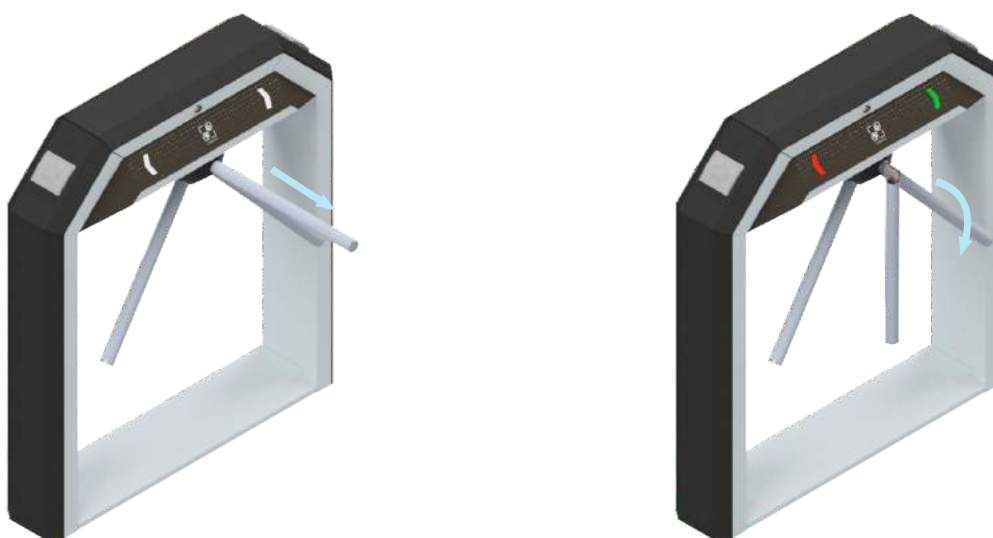

Рисунок 12 – Принцип работы планок «Антипаника»
- 5 Если вы установили планки типа «Антипаника» проверьте работу их механизма разблокировки (рисунок 12).